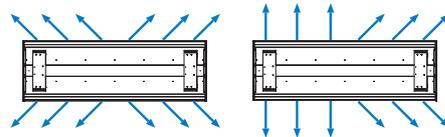
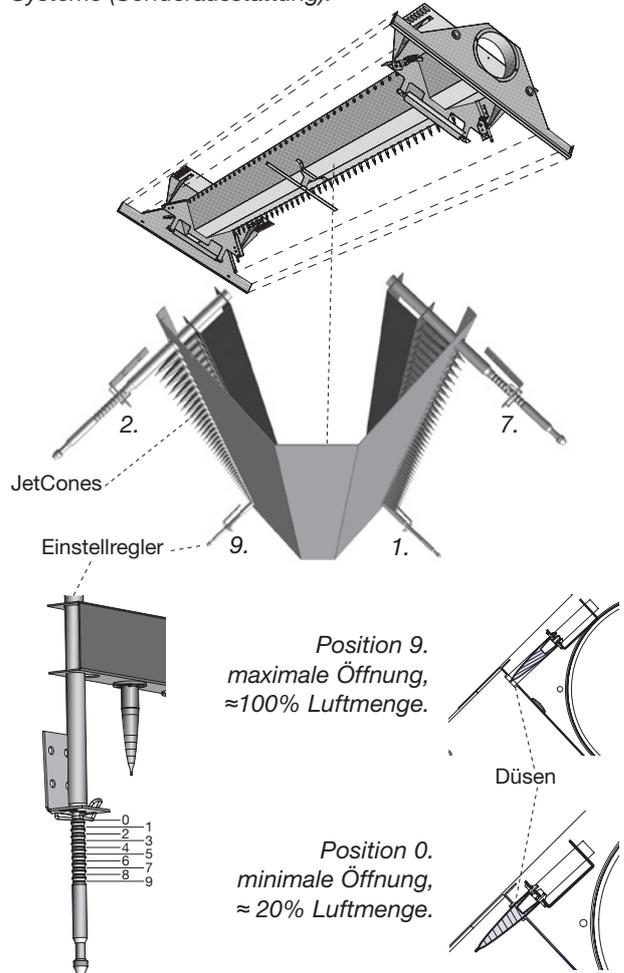

Bild 4. Unterschiedliche Einstellung des AirGuide Systems (Sonderausstattung).
Bild 5. Lindabs JetCone-System zur Einstellung der Luftmenge.
*Beispiel:* In einem Großraumbüro sind Premum Balken installiert. Ein zusätzlicher Arbeitsplatz soll in den Raum integriert werden. Für ein optimales Raumklima müssen die Luftmenge und das Strahlbild der Balken angepasst werden (Bild 5). Wenn es die Raumsituation erfordert, ist es auch möglich, eine asymmetrische Luftverteilung herzustellen (Bild 4). Weitere Informationen finden Sie unter [www.lindqst.com](http://www.lindqst.com).